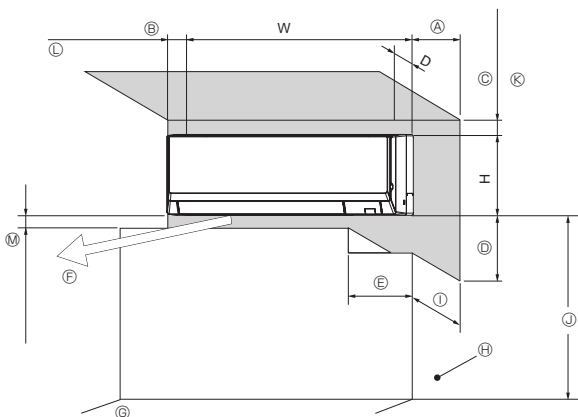

Fig. 2-1
2.1. Buitenaafmetingen (Binnenapparaat) (Fig. 2-1)